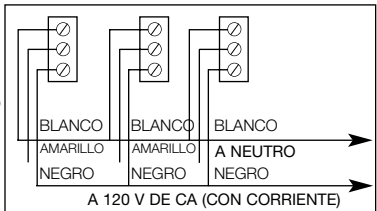

FIGURA 2
- Use un alambre trenzado o sólido que tenga un grosor mínimo No. 18 AWG. Cuando haga la interconexión, la distancia máxima entre dos alarmas es 457,20 m (1500 pies) si usa alambres No. 18 AWG o 1219,20 m (4000 pies) si usa alambre No. 14 AWG (resistencia de 20 ohmios en el tramo de conexión). Vea la Figura 2.